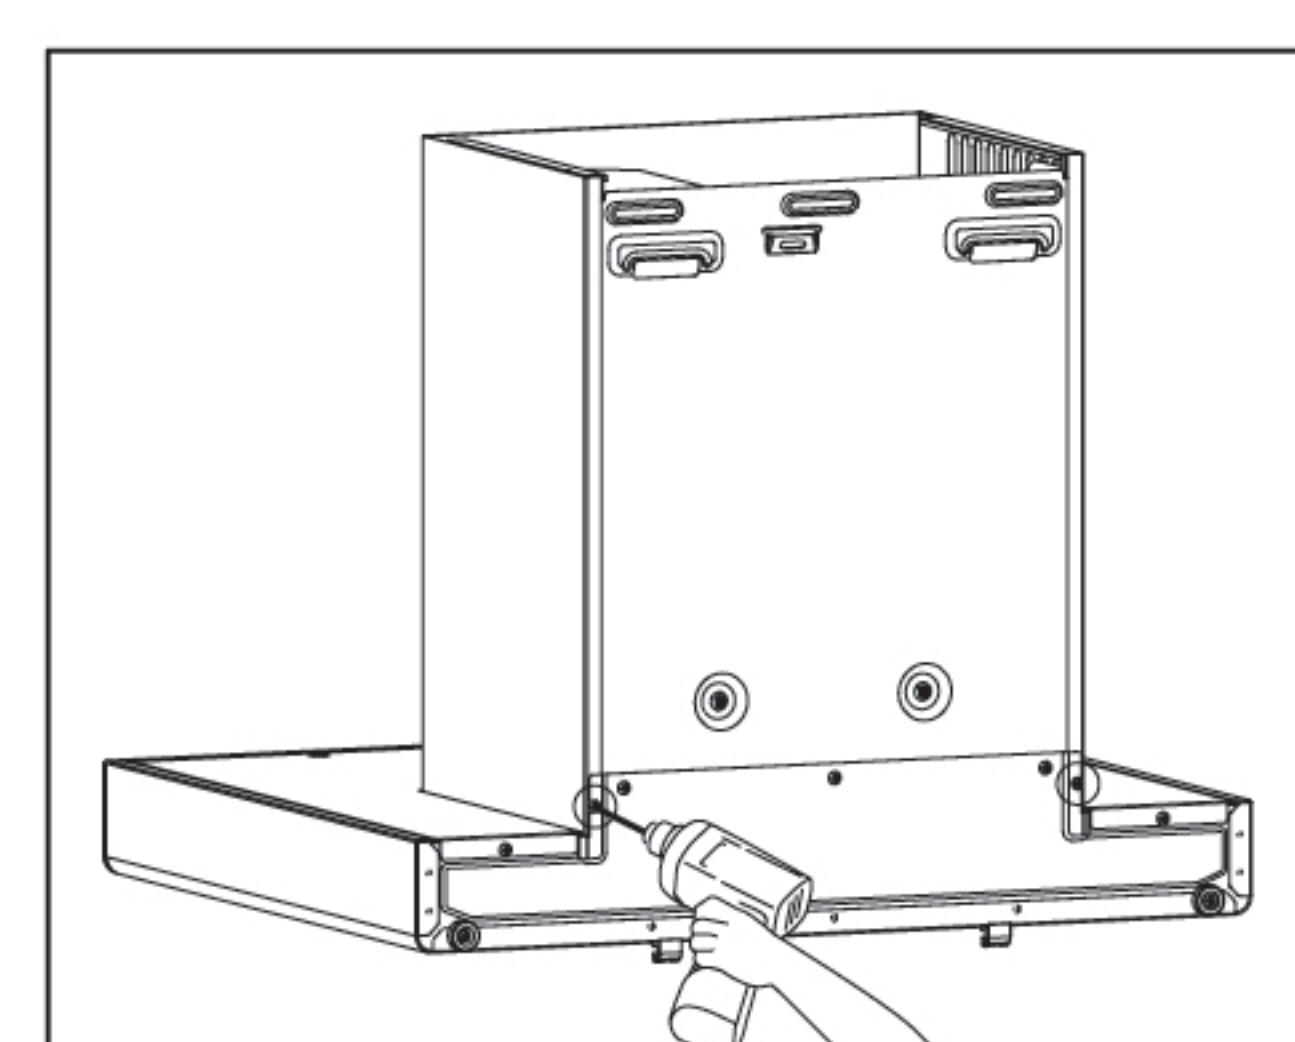

图8
- 包装箱里抬出整机，拧下油烟机背部固定风机外罩的两颗螺钉，取下风机外罩和装饰罩。（见图8）